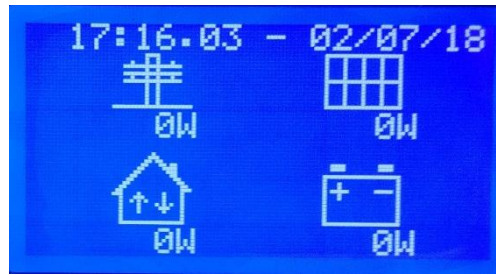

Figura 56 - Schermata iniziale
9. Premere il tasto **“ESC”** fino a quando non si torna nella schermata principale con le 4 icone (Figura 56).